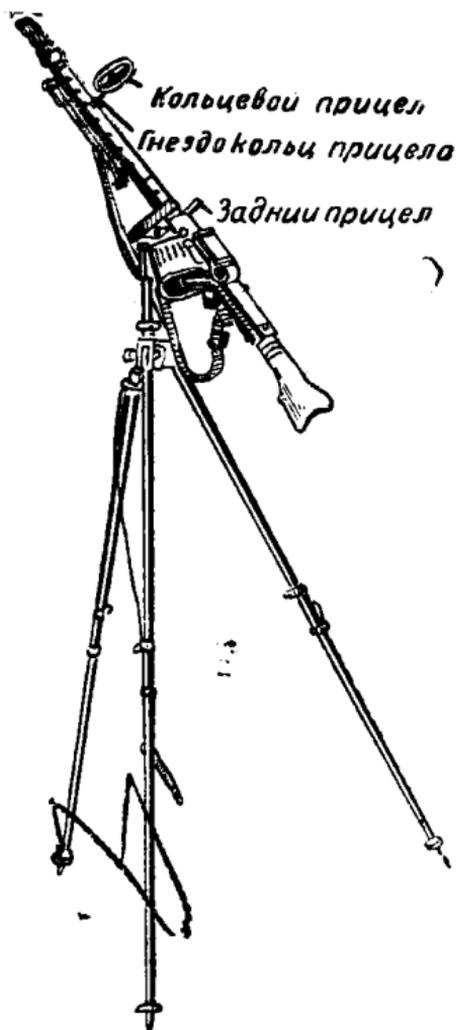

Рис. 36. Пулемет МГ-34
3. Поднять задний визир, находящийся в стойке прицела (рис. 36).
4. Повернуть верхние стопоры ног и раздвинуть ноги (рис. 36 и 37).